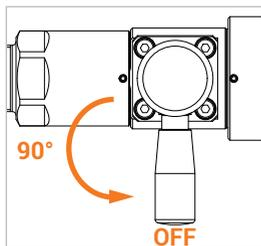

Abbildung 3
- ▶ Schalten Sie den Handhebel (Pos. 3) des Schaltventils zum Schließen um 90° in die OFF-Position (*Abbildung 3*).